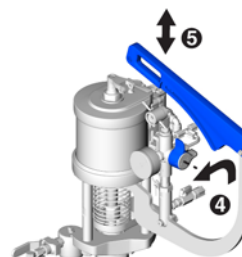

FIG. 27
5. Gire la válvula de alivio de presión/recirculación de la bomba de catalizador a la posición de suministro. Consulte FIG. 27.
6. Lleve la tubería de salida de fluido de la bomba de catalizador a la presión de suministro (vea la FIG. 27):